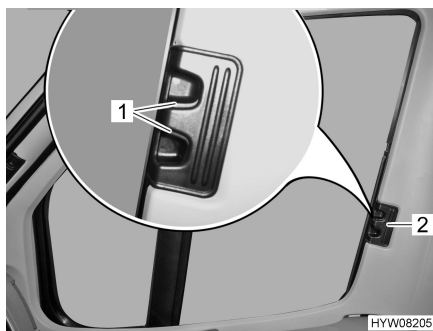

Bild 18 Plisségardin för förar-/passagerarfönster
- Tryck in låshandtagen (Bild 18,1) och håll dem intryckta.
- Ta tag i handtaget (Bild 18,2) och dra plisségardinerna för förar-/och passagerarfönstret till den andra fönstersidan och fäst med magnetremsorna.
- Ta tag i handtaget (Bild 18,2) till plisségardinerna för förarfönstret och passagerarfönstret och skjut in dem så långt det går.
- Släpp låshandtagen (Bild 18,1) och låt dem haka fast.